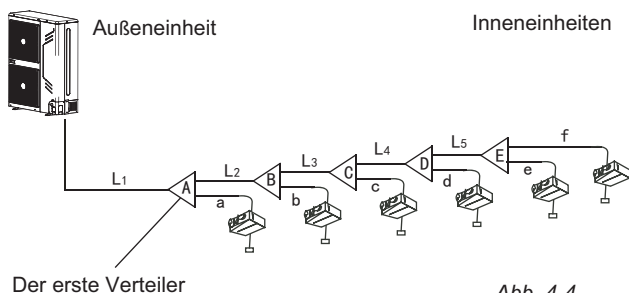
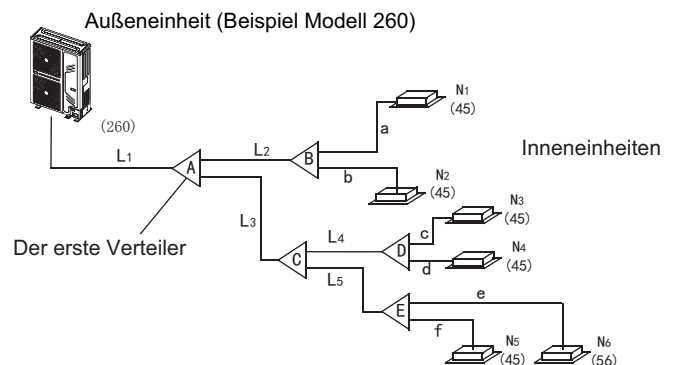

Abb. 4-4
Abb. 4-6
- Hauptrohr (L1) (Bezieht sich auf Abb. 4-6 und Abb. 4-4)
- In Abbildung 4-6 entspricht L1 dem Hauptrohr, die Leistung der Außeneinheit beträgt 26 kW. Konsultieren Sie Abb.4-6, um die Größe der Rohre zu erhalten, die  $22.2 (7/8") / 9.5 (3/8")$  sein sollten, sowie die Gesamtlänge von  $> 90$  m. Weiters, konsultieren Sie Abb.4-4, um die Größen der Gas- und der Flüssigkeitslänge zu erhalten, die  $25.4 (1") / 9.5 (3/8")$  sein sollten.